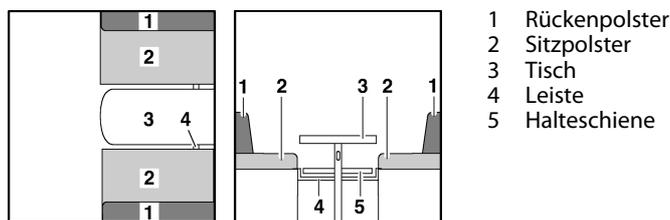

Bild 117 Vor dem Umbau
- Tisch (Bild 117,3) zum Bettunterbau umbauen (siehe Abschnitt 7.8).
- Je nach Modell die Leiste (Bild 117,4) einlegen oder nach innen ziehen. Die Leiste ist richtig positioniert, wenn sie die Tischplatte ca. 15 - 20 cm hinter dem Tischfuß abstützt.